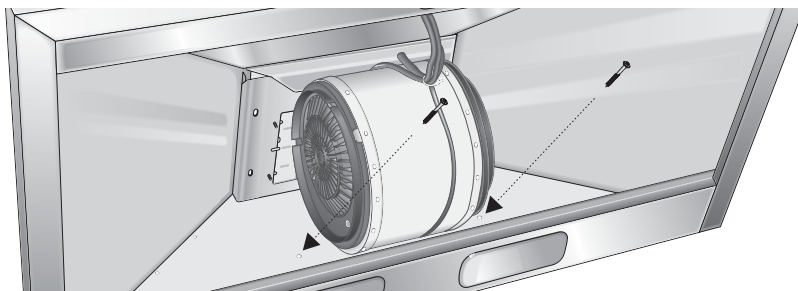

Fig. 6
- Fissare alla parete il corpo cappa, utilizzando le due viti in dotazione M5 x 40 (Fig.6).
- Fix the hood case to the wall by means of the two M5 x 40 screws included in the supply (Fig. 6).
- Fixer le corps de la hotte au mur, en utilisant les deux vis en dotation M5 x 40 (Fig.6).
- Befestigen Sie das Gehäuse der Abzugshaube mit Hilfe der beiden beiliegenden Schrauben M5 x 40 an der Wand (Abb. 6).
- Ophæng hoveddelen af kappen ordentligt på væggen ved brug af de to vedlagte skruer M5 x 40 (Fig. 6). Husk hele tiden at afstanden mellem kogepladen og det underst af kappen ikke må være under 65 cm.
- Fastgør hoveddelen af kappen til væggen ved hjælp af de to vedlagte skruer M5 x 40 (Fig. 6).
- Bevestig het afzuigtoestel aan de muur, gebruik makende van de twee ter beschikking gestelde schroeven M5x40 (Fig.6)